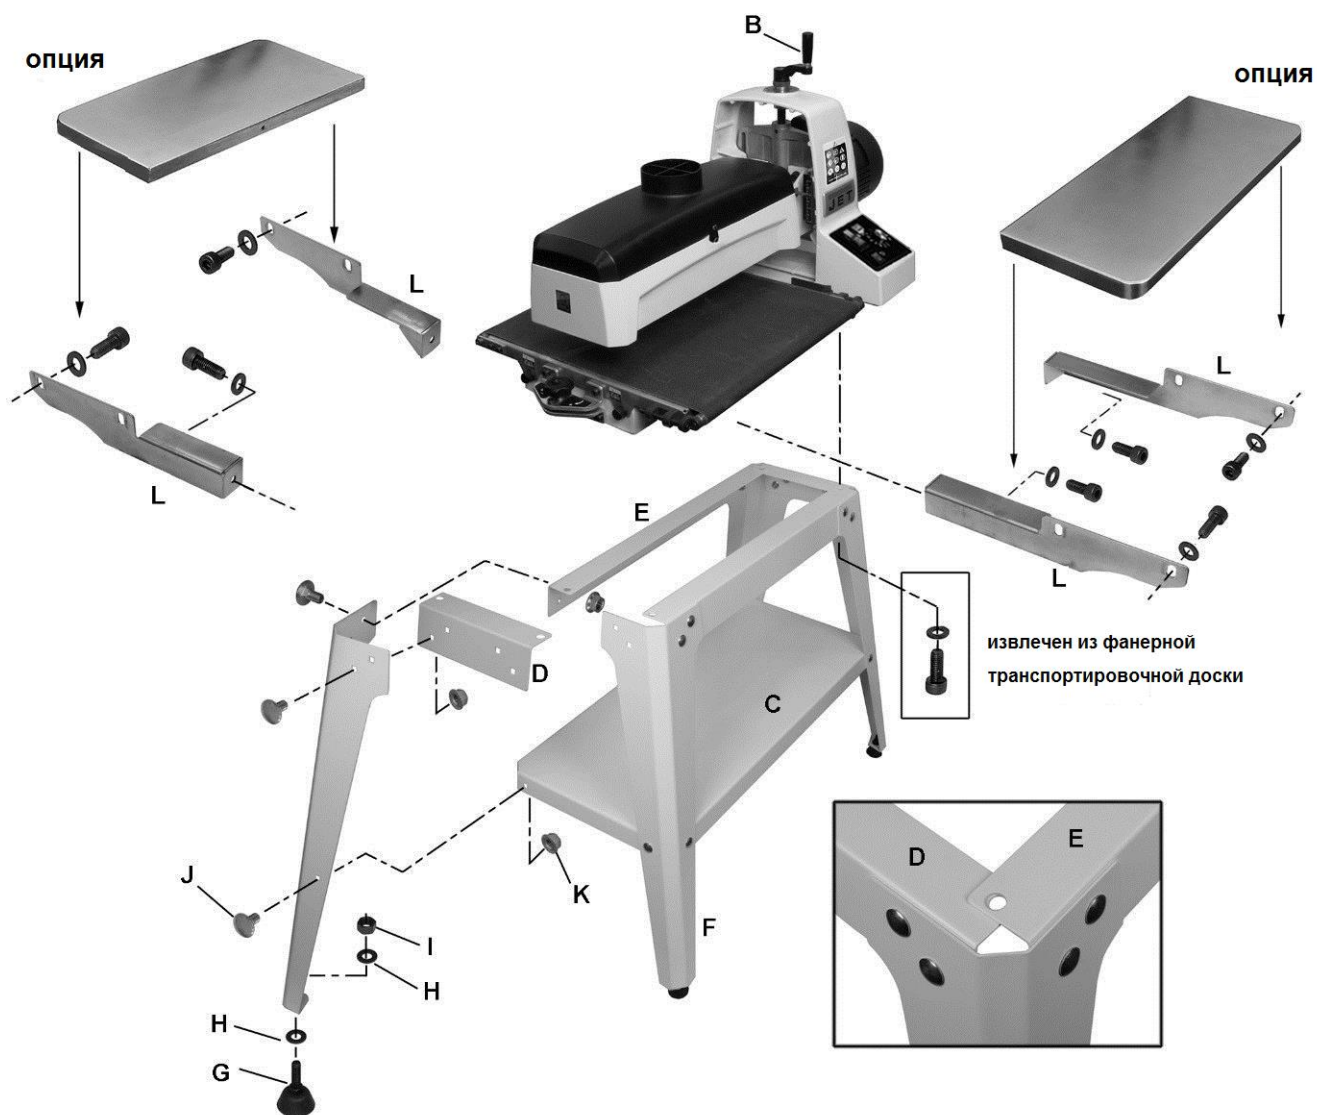

Рис. 6-3: Сборка.
(См. рис. 6-3. Если потребуется дополнительная информация, смотрите взрыв-схему в детализовке).
1. Прикрепите ножки (F) к внешней стороне коротких уголков (D) при помощи винтов (J) и контргаек с буртиком (K). Затяните только пальцами.
2. Прикрепите длинные уголки (E) к внутренней стороне ножек и поверх коротких уголков (D). Затяните только пальцами. ПРИМЕЧАНИЕ: полка длинного уголка должна быть поверх полки короткого уголка. См. рисунок-вставку на рис. 6-3.
3. Переверните станд вверх ногами. Установите полку (C) на ножки при помощи винтов и контргаек.
5. Вставьте выравнивающую опору (G) в нижнее отверстие ножки вместе с шайбой и гайкой.
1. Установите кронштейны (L, Рис. 6-3) на резьбовые отверстия в основании шлифовального станка при помощи винтов с внутр. шестигранником M8x16 и плоских шайб. Убедитесь, что левый и правый кронштейны расположены, как показано на рисунке. Кронштейны должны заподлицо с рабочей поверхностью. ПРИМЕЧАНИЕ: Длинные кронштейны установите спереди (подача), короткие сзади (разгрузка).